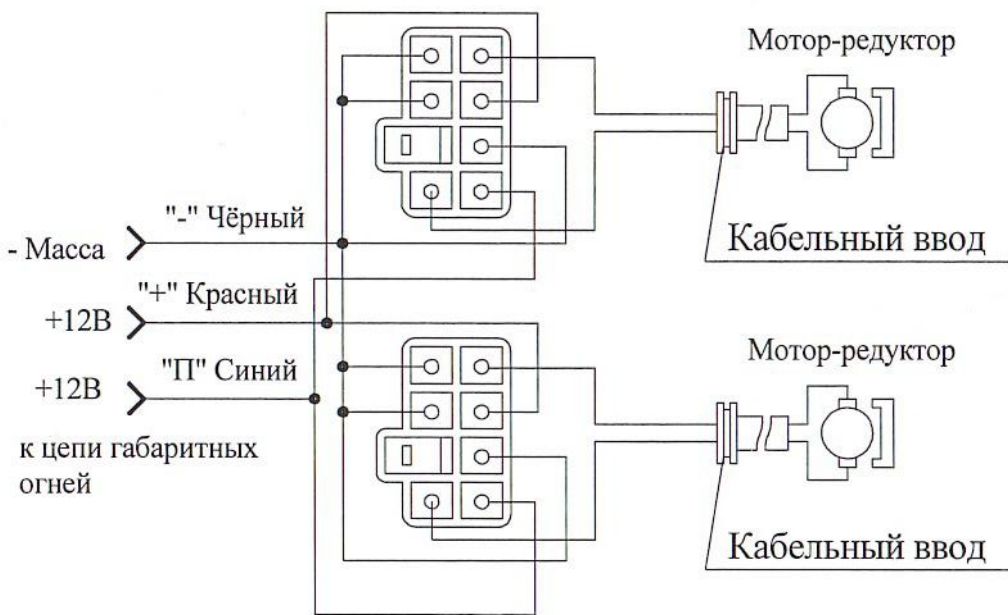

Рис. 4
6.8 Протянуть провод по салону от места расположения переключателей до дверей, затем через стойки в полости дверей. Выполнить соединения проводов в соответствии со схемой подключения ЭСП (см. рис.4).